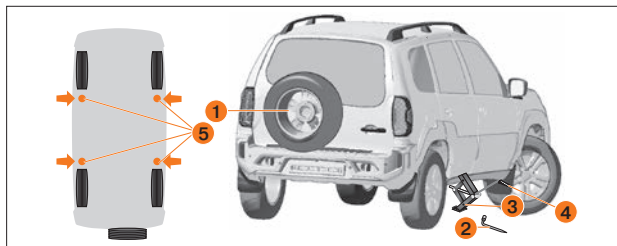

Рис. 78. Подъем автомобиля при замене колёс
2. Достаньте, отсоединив ремень крепления, домкрат **3** (рис. 78) и колёсный ключ **2**, которые расположены в багажнике с правой стороны.